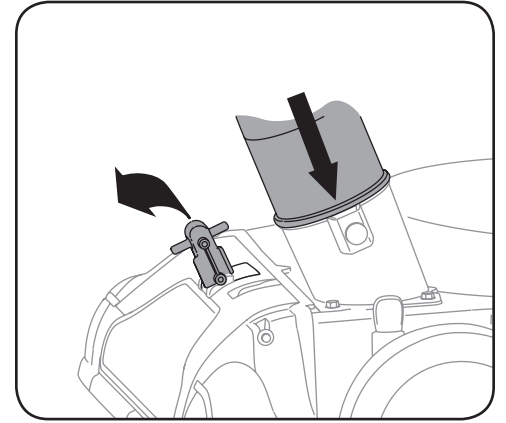

Figura 4-5
1. Coloque la manija del pico / manguera de la aspiradora en la posición de la base del pico para volver a dirigir la aspiración al montaje de la manguera. Vea la Figura 4-5.
2. Para operar el ensamblado de la manguera, el perno con resorte debe estar en el segundo agujero del adaptador de la misma. Vea la Figura 4-5.